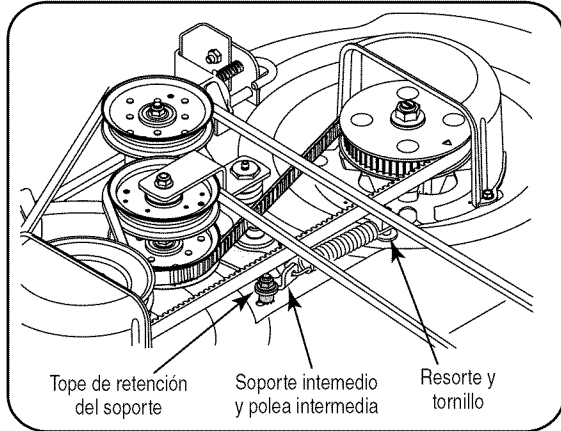

Figura 7-4
necesario limpiar la parte inferior de la plataforma de corte para acceder al tornillo hexagonal. Vea la Figura 7-4.
- Haciendo fuerza sobre la polea intermedia de la correa de sincronización o bien sobre el soporte intermedio de la correa de sincronización, gire y sostenga el soporte intermedio contra la tensión del resorte la distancia suficiente para permitir la elevación de la correa de sincronización hacia afuera y arriba de la polea intermedia. Suelte el soporte intermedio con cuidado. Vea la Figura 7-4.
- Repita el procedimiento precedente para sacar la correa de la polea de sincronización del conjunto del husillo que está a la izquierda. Vea la Figura 7-4.
husillo. Baje la correa hasta que quede floja alrededor de la polea de sincronización derecha. Vea la Figura 7-4.
- Saque la plataforma del tractor. Saque el tope de retención del soporte intermedio. Vea la Figura 7-4.